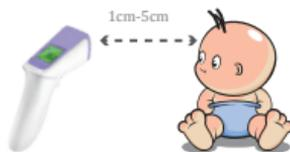

Figura 2: Posizione e distanza di misurazione
- Il termometro deve essere allineato con la parte centrale della fronte per poter misurare la temperatura (in mezzo alle sopracciglia e sopra di loro), inoltre è necessario mantenere la distanza verticale. Premere il tasto ON/scan, la temperatura verrà visualizzata immediatamente, vedere la figura 2.
|  ^{body} °C | Posizione di misurazione non corretta. | Vedere la figura 2. Posizione di misurazione e distanza. |